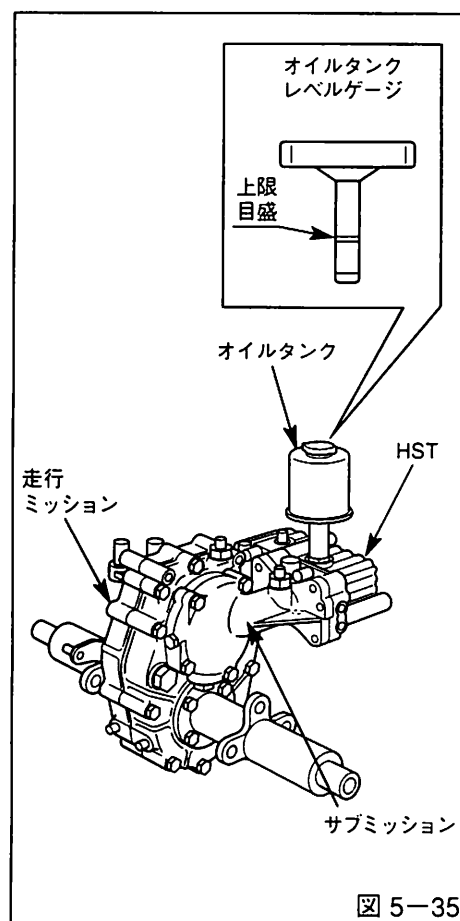

図 5-35
- 走行ミッション、及びサブ走行ミッションのオイル（ディーゼル用エンジンオイル：CD相当品）は、年一回（毎年、雪の降る前に）必ず交換してください。（図5-35参照）